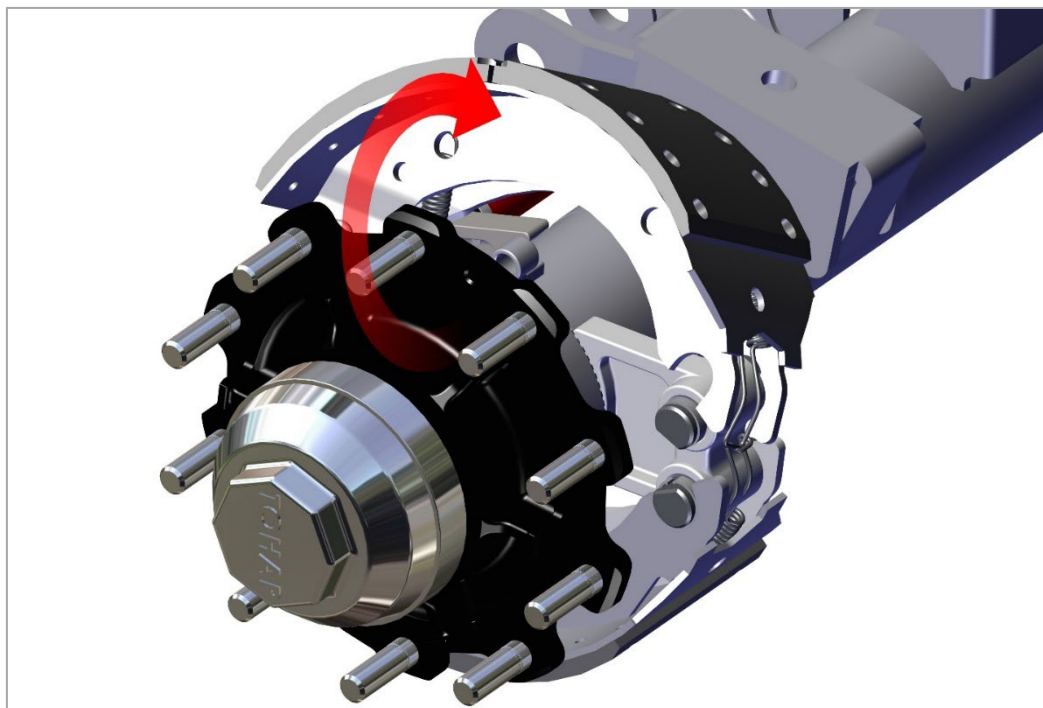

Рис. 16. Снятие тормозной колодки
- 4) Наклоните верхнюю тормозную колодку над кулачком и осью моста и снимите её, как показано на рис. 16.